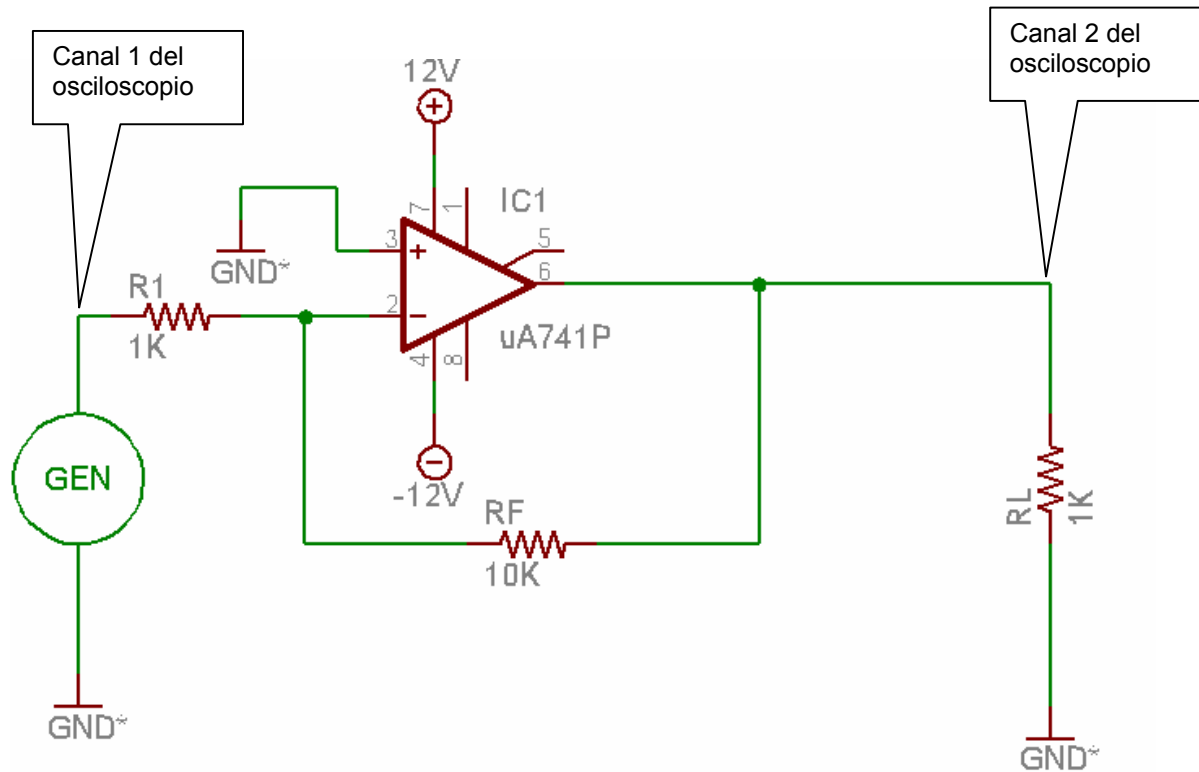

FIGURA 1 Amplificador Inversor
- Arme el circuito de la figura 1